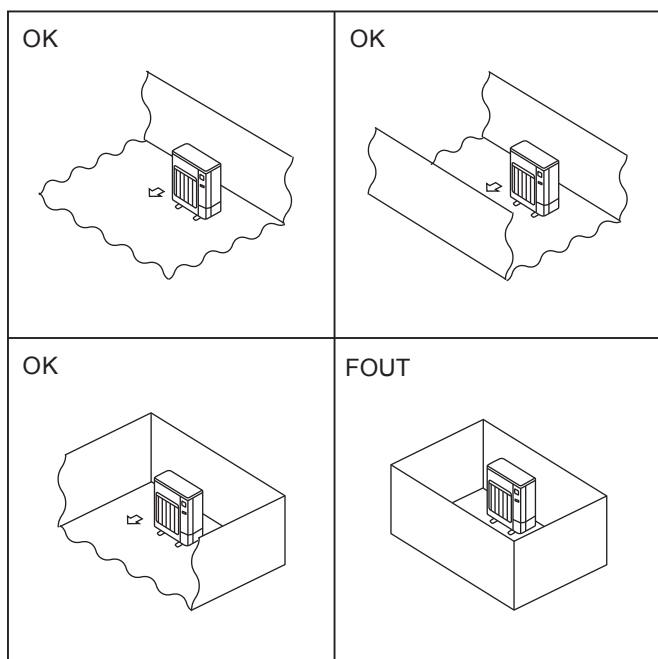

Fig. 2-2
- Ⓞ Installeer buitenapparaten op een plaats met minimaal een van de vier zijden open en in een ruimte zonder verlagings die voldoende groot is. (Fig. 2-2)